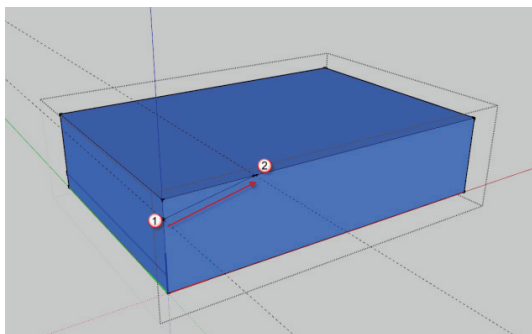

图 2.7 绘制直线
(7) 绘制直线。按 L 快捷键发出“直线”命令。以辅助线和体块边线交接处①为起点，向交点②绘制直线，如图 2.7 所示。